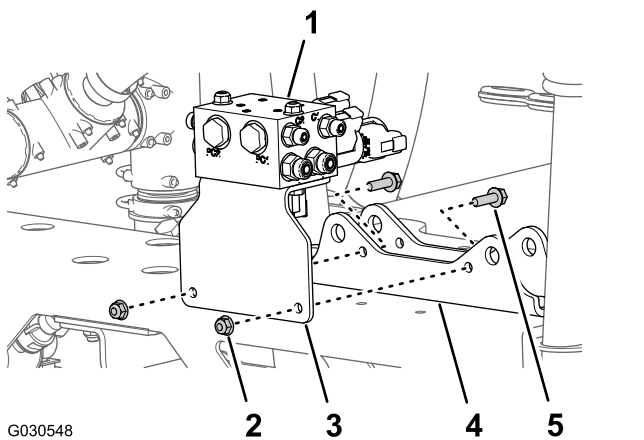

Рисунок 76
- Удалите две фланцевые контргайки (5/16 дюйма) и два болта с фланцевыми головками (5/16 x 1 дюйм), которые крепят опорный кронштейн коллектора подъема стрелы к креплению цилиндра, и снимите коллектор и кронштейн с машины (Рисунок 76).